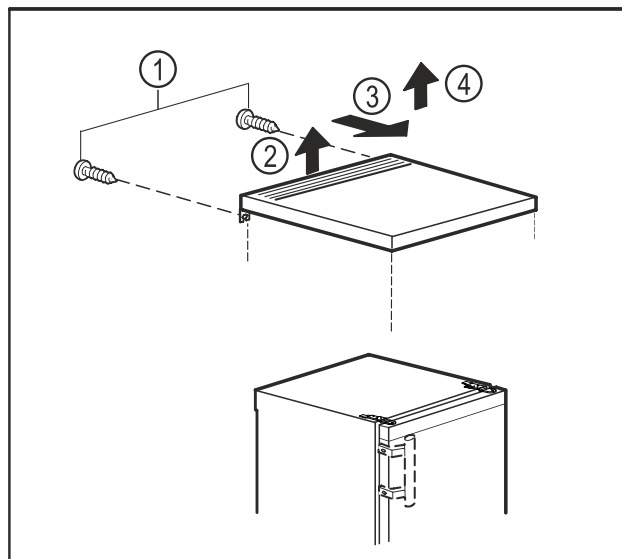

Fig. 6
- Távolítsa el a csavarokat a hátoldalon. Fig. 6 (1)
- Emelje meg az asztallap hátulját. Fig. 6 (2)
- Tolja előre az asztallapot. Fig. 6 (3)
- Emelje le felfelé az asztallapot. Fig. 6 (4)